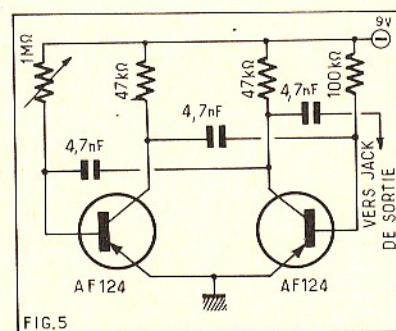

FIG.5
d) Multivibrateur du signal tracer (figure 5)